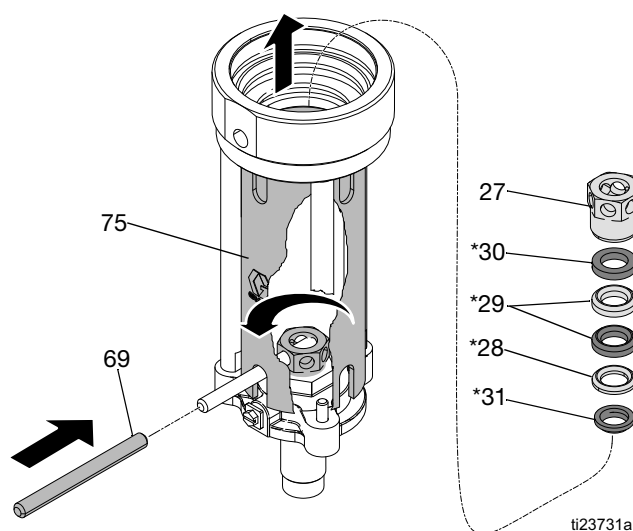

Рис. 25
13. Снимите шестигранную гайку (27) с крепежного фланца (26). Снимите внешний сальник (30*), 2 уплотнения из тефлона (29*), внутренний сальник (28*) и грязесъемник (31*). Осмотрите все детали на наличие повреждений. См. Рис. 25.